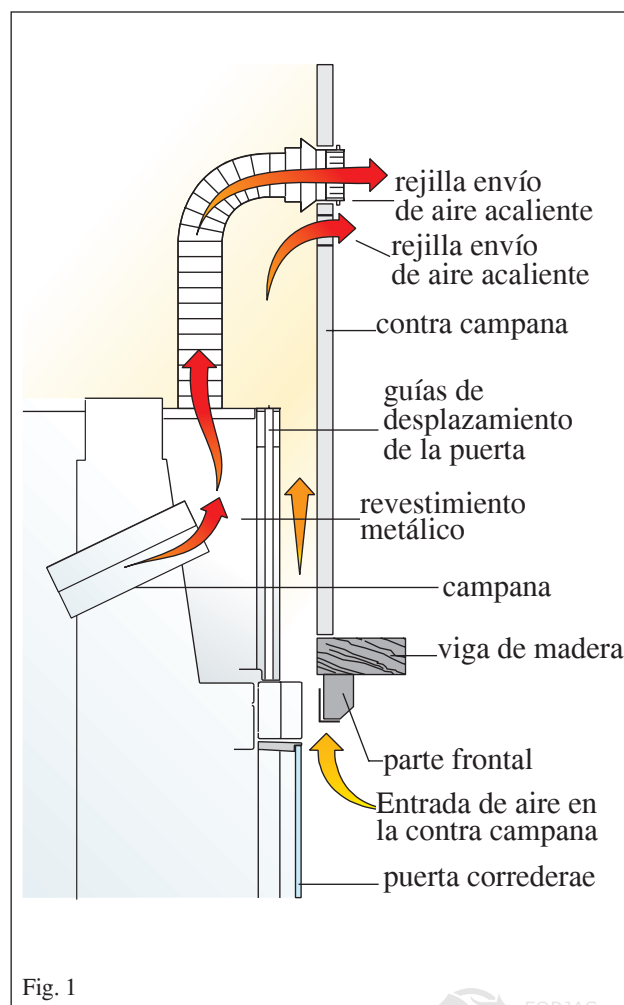

Fig. 1
Revestimientos, contra-campanas y sus ventilaciones (fig. 1)
• **Posición de “encendido”/potencia calorífica máx. (fig. 1):**